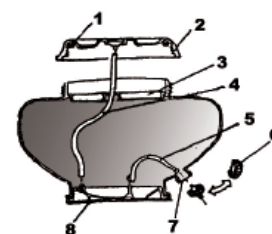
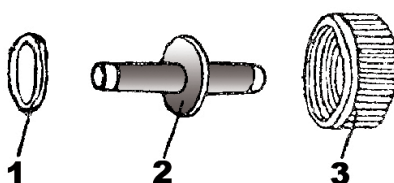

Fig. 2
Fig. 3
- Enlever le couvercle du bas du réservoir .Changer le bouchon de vidange qui est connecté avec le tuyau en caoutchouc (ne pas oublier de remettre le joint d'étanchéité comme sur la Fig. 3) .Connecter le bouchon au tuyau en caoutchouc comme le montre la Fig .2